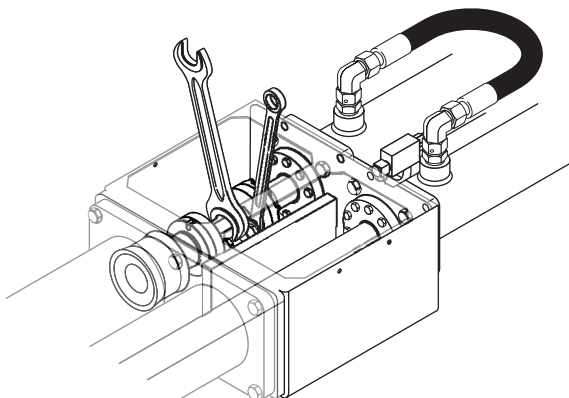

Figura 21
5. Con la llave de boca de 50 mm y la llave de estrella de 24 mm x 30 mm proporcionadas, coloque la llave de 50 mm en el acoplamiento espaciador para evitar que el conjunto gire. Utilice la llave de 24 mm x 30 mm para desenroscar los cuatro pernos M20 que sujetan el conjunto (Figura 21).